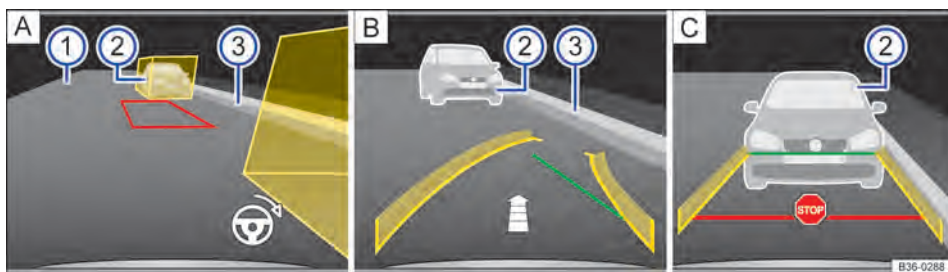

Fig. 164 Exibição do display da câmera de marcha à ré: entrar na vaga com o modo 2.
Legenda para Fig. 164:
6.	Posicionar o veículo a uma distância de aproximadamente 1 metro paralelamente à fila de estacionamento, de modo que as caixas de auxílio exibidas reconheçam todos os obstáculos ⇒ Fig. 164 (2) [A] . Não pode haver obstáculos na área entre as caixas de auxílio.
9.	Girar o volante até que o trapézio vermelho se movimente entre as caixas de auxílio e até a moldura ficar verde. Manter o volante nesta posição. O símbolo de volante na margem inferior direita da imagem ⇒ Fig. 164 [A] indica ao condutor o movimento do volante necessário durante todo o processo de estacionamento.
10.	Conduzir para trás vagarosamente sem girar o volante até que seja exibido o símbolo para parar. OU: até que a guia lateral verde curva coincida com o limite lateral da vaga de estacionamento, por exemplo, meio-fio (3) . Uma seta ⇒ Fig. 164 [B] indica, dependendo da quantidade de segmentos representados, o trecho para trás que ainda deve ser conduzido.
14.	Conduzir mais para trás vagarosamente até que seja exibido o símbolo para parar ⇒ Fig. 164 [C] . OU: parar o veículo, o mais tardar, ao atingir a guia vermelha de delimitação traseira, por exemplo, veículo estacionado (2) [C] . O veículo está na vaga de estacionamento paralelamente à pista.